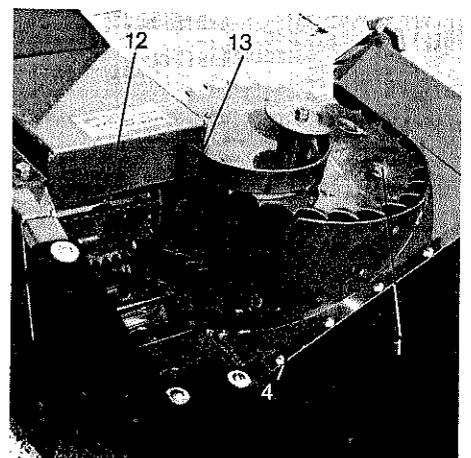
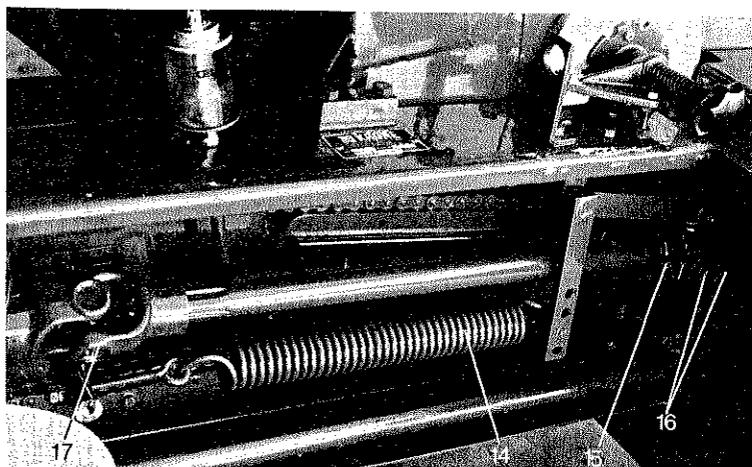

Abb. 20
Abb. 25
Das Kreuzgelenk (17), Abb. 25, Seite 15 muß alle 30 Stunden geschmiert werden.
Durch Einwirkung von Fremdkörpern ist es möglich, daß sich die Zahnform bzw. Zahnschräge, die Lage der Einzugswalze (1), Abb. 20 und die Lage der Vorpreßwalze (12) verändert.
Der Spalt zwischen den Zahnspitzen der Einzugswalze und dem Mantelblech (4), Abb. 20 Seite 13, darf im Bereich der Mähklinge nicht größer als 8 mm sein.
Dabei sollte ein Abstand zwischen Zahnspitzen der Einzugswalze und dem Bogenblech 4, Abb. 20, im Bereich der Mähklinge von 5 mm angestrebt werden.
Die Druckkraft der Vorpreßwalze (12), Abb. 20, Seite 13, kann an der Spannfeder (14), Abb. 25 verändert werden.
Der seitliche Abstand der Vorpreßwalze 12, Abb. 20, zum Abstreifblech 13, Abb. 20, soll 5 - 7 mm betragen. Durch Lösen der Schrauben 16, Abb. 25, und Anziehen der Schraube 15 wird der Abstand verringert.
2. Der Abstand der Zahnspitzen von der Einzugswalze zu dem Mantelblech (4), Abb. 20, im Bereich der Mähklinge ist zu groß. Der Abstand soll 5 - 8 mm sein.
. . . Verstopfungen am Abstreifblech (13), Abb. 20, auftreten?